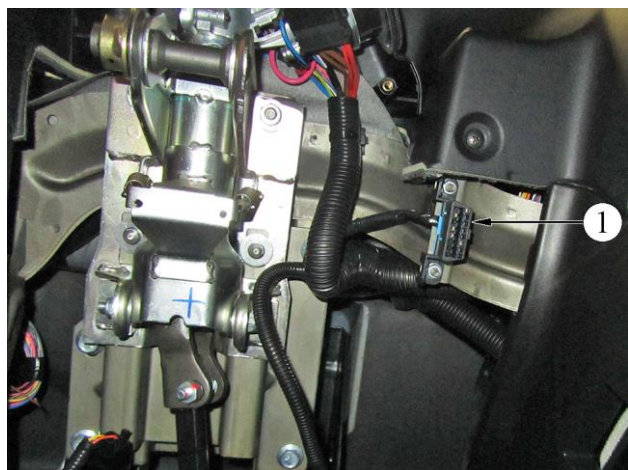

Рис. 2.3-01. Расположение колодки диагностики (нижний кожух рулевого вала снят): 1 - колодка диагностики
5) обеспечение взаимодействия с диагностическим оборудованием. О наличии неисправности система бортовой диагностики сигнализирует включением сигнализатора. Затем система бортовой диагностики должна обеспечить при помощи специального оборудования получение диагностической информации, хранящейся в памяти контроллера. Для этого в системе управления двигателем организован последовательный канал передачи информации, в состав которого входят контроллер ЭСУД, стандартизованная колодка для подключения диагностического прибора (рис. 2.3-01) и соединяющий их провод (К-линия). Помимо колодки стандартизованы также протокол передачи информации и формат передаваемых сообщений. Кроме получения информации о выявленных неисправностях и состоянии системы управления двигателем, система бортовой диагностики позволяет выполнить ряд проверочных тестов, управляя исполнительными механизмами.